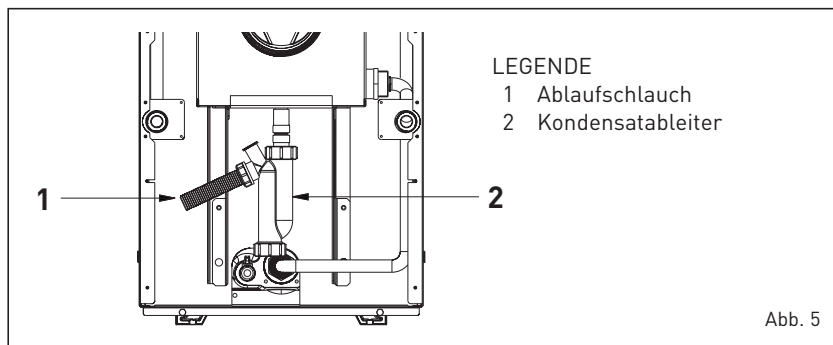

Abb. 5
1.6 KONDENSATABLASS CONNECTION (Abb. 5)
1.7 MONTAGE DES GEHÄUSES (Abb. 5/a - Abb. 5/b)